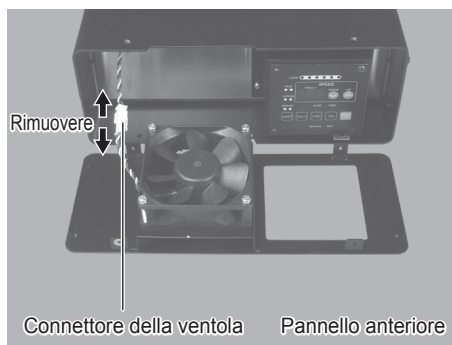

Fig. 40
(5) Rimuovere il cavo della ventola (Fig. 40).